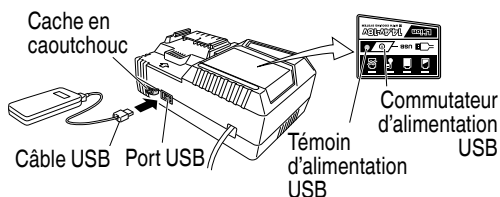

Fig.8
- (2) Mettez le commutateur d'alimentation USB sur marche (Fig. 8)
- (3) Connectez le câble USB. (Fig. 8)
- Mettez le commutateur d'alimentation USB sur arrêt et débranchez le câble d'alimentation de la prise électrique. (Fig. 8)
S'assurer que la bouton-poussoir n'est pas engagée appuyant dessus deux ou trois fois avant de mettre la meuleuse en marche. (Fig. 8)